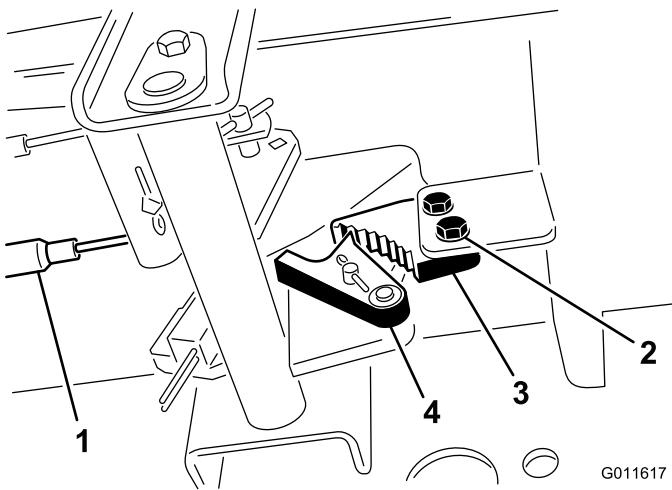

图65
2. 向前踩驻车刹车踏板，直到刹车卡槽完全接合刹车闸（图65）。
1. 松开将驻车刹车闸固定到机架的 2 个螺钉（图65）。